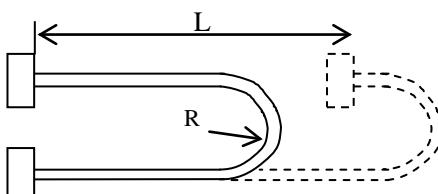

图 J.4 (a) 电缆寿命试验
- 1 如图 J.4 (a) 所示，在电缆的两个位置上，将芯线与芯线或芯线与护套捆在一起，使二者之间不发生移动，并反复做左右方向的平行移动。